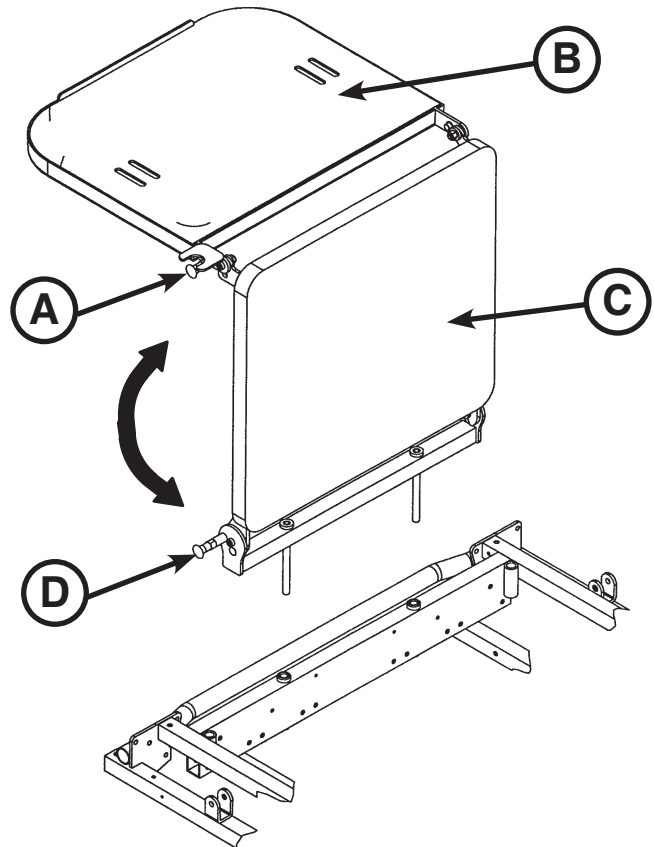

Figura 19: Extensión para pies/bandeja para desfibrilador optativa: extremo de los pies
Para utilizar como bandeja para desfibrilador, tire hacia fuera del pomo superior (A) y gire la bandeja (B) sobre la extensión para pies (C) hasta extender la bandeja y dejarla en posición horizontal sobre el extremo de los pies de la camilla, como se muestra en la Figura 19.
Para utilizar como extensión de pies, tire hacia fuera del pomo (A) y gire la bandeja para desfibrilador hacia atrás hasta que quede fijada contra la extensión para pies (C). Mientras mantiene el conjunto, tire hacia fuera del pomo inferior (D) y baje la extensión para pies hasta que quede en posición horizontal, como se muestra en la Figura 19.